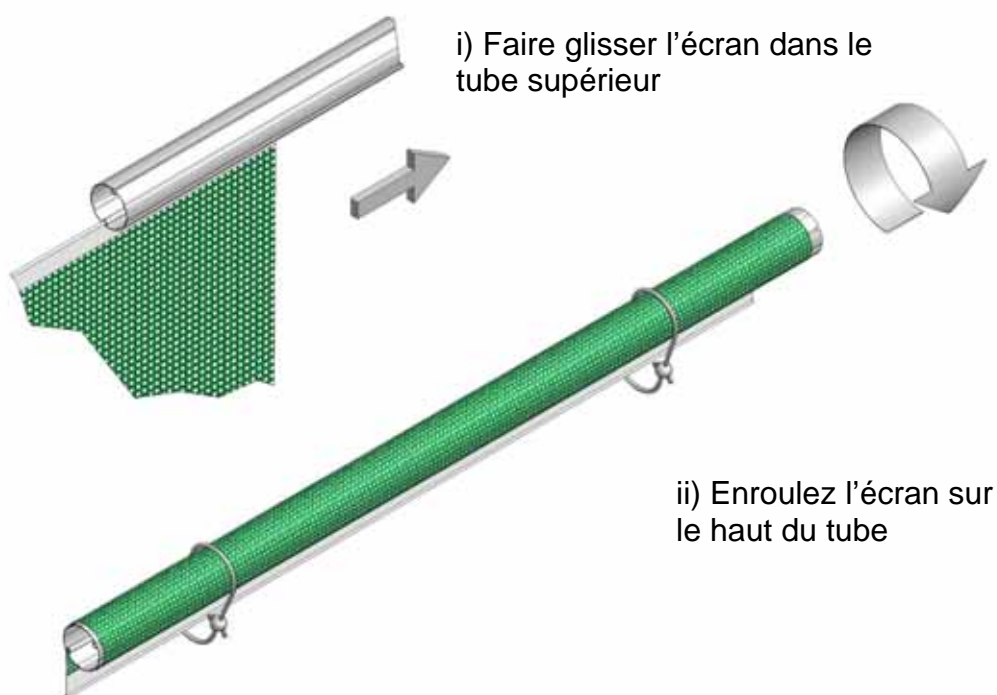

Figure 6a, Toile fixée au tube supérieur et enroulée
5. Faites glisser la toile de l'écran (B1) dans la cannelure du tube supérieur et enroulez la toile complètement. Attachez le montage du roulement à rouleaux (figure 6a).